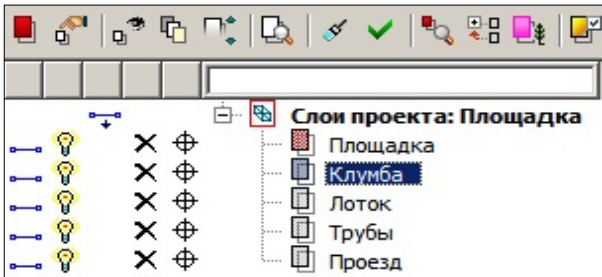

Рис. 6.5
Управление геометрическими слоями выполняется в окне **Слои** панели **Проекты и слои** (рис. 6.5).
- кнопкой на локальной панели окна **Слои**  (рис. 6.5);